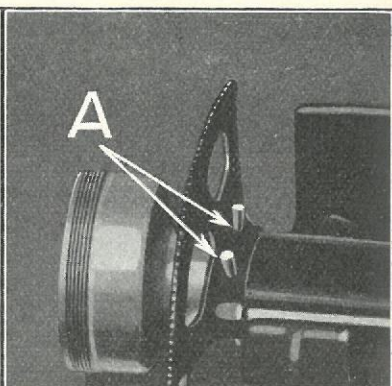

Fig. 393
- 761 Indsæt de to Stifter gennem Stamme og Hus; hvis Stifterne skal indsættes igen i det gamle Transmissionshus, er det hensigtsmæssigt at bruge Nr. 2 (d. v. s. grovere) Stifter (Fig. 393-A). Stifthullerne i saavel Ratstamme som Transmissionshus slides let, ligesom de undertiden udvides ved Uddrivningen af de gamle Stifter.